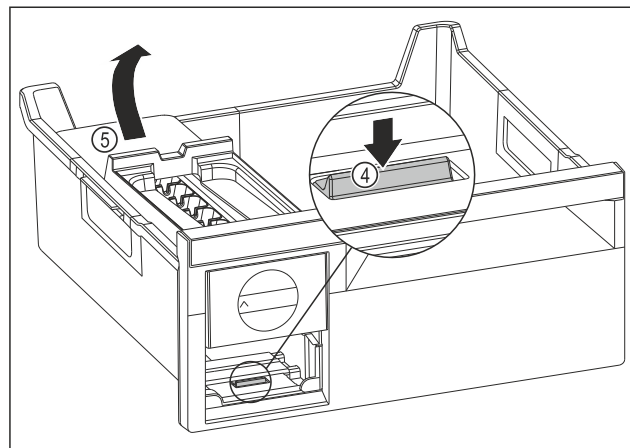

Fig. 87
- ▶ EasyTwist-Ice-corpus wegnemen: Strip Fig. 87 (4) met uw vinger omlaag drukken en gelijktijdig met de andere hand de EasyTwist-Ice-corpus Fig. 87 (5) van achteren optillen.